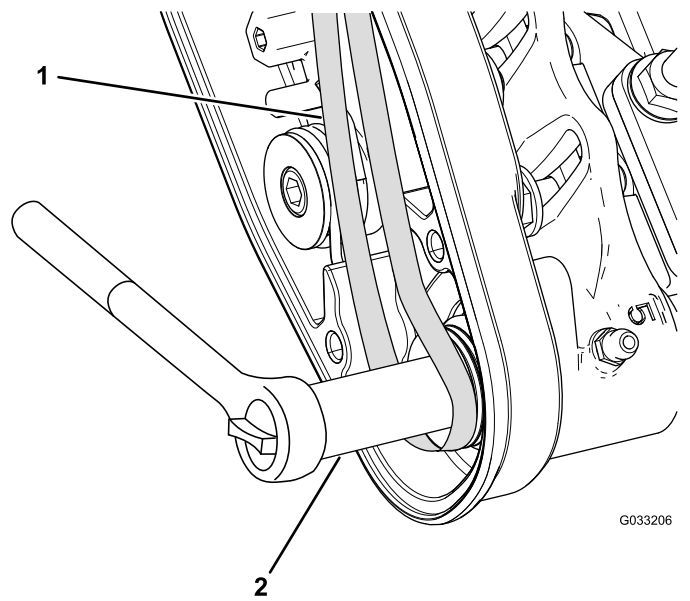

图14
- 启动**从动**皮带轮上的皮带 图14。
- 使用深套管9/16 英寸旋转滚筒刷组件并把皮带引入从动皮带轮 图14。